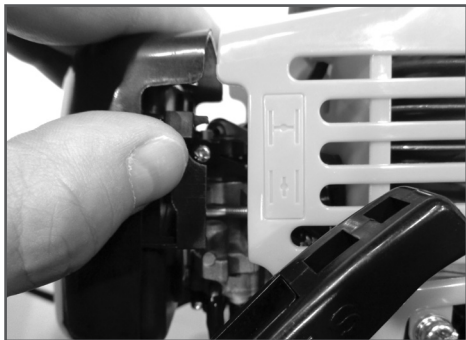

Рис.10 Закрытие воздушной заслонки
4. Закройте воздушную заслонку. Для этого рычаг заслонки поднимите вверх (Рис.10).